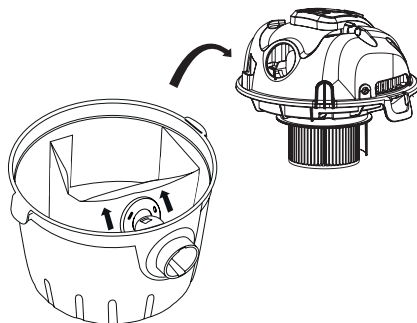

Fig. 9 – Removendo o saco de pó usado
3. Levante a tampa e retire o saco de pó usado, puxando-o no sentido contrário ao de encaixe, conforme mostra a Fig. 9;